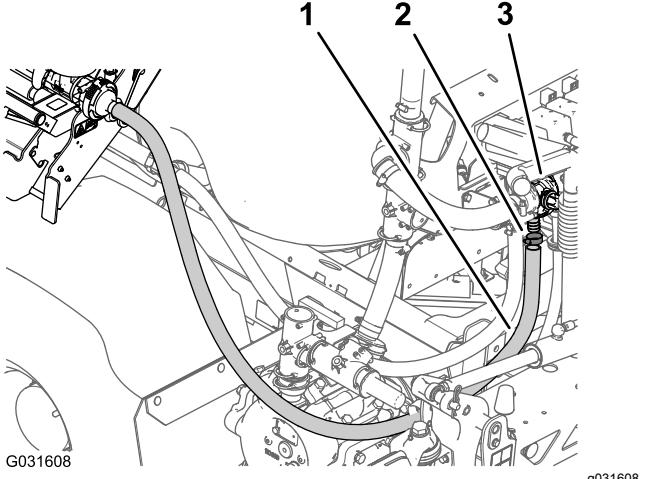

Bild 36
Anschlussstück des Ejektorregelventils befestigt ist (Bild 36).
- 8. Nehmen Sie den Schlauch vom Ejektorregelventil ab (Bild 36).